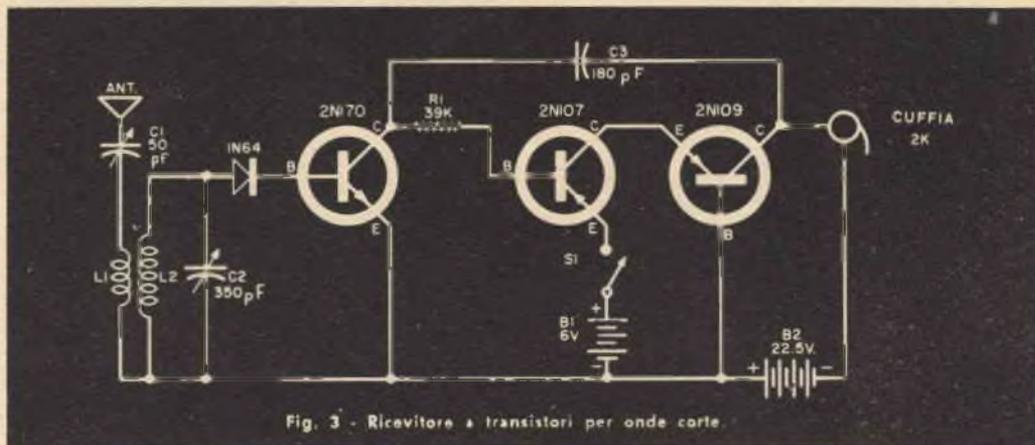

Fig. 3 - Ricevitore a transistori per onde corte.
**RICEVITORE A ONDE CORTE.** - In *fig. 3* è rappresentato lo schema di un apparecchio a transistori ad onde corte: con esso, facendo uso di un'antenna esterna di 1-2 m, si sono potuti ricevere segnali provenienti da stazioni distanti oltre 5000 Km.